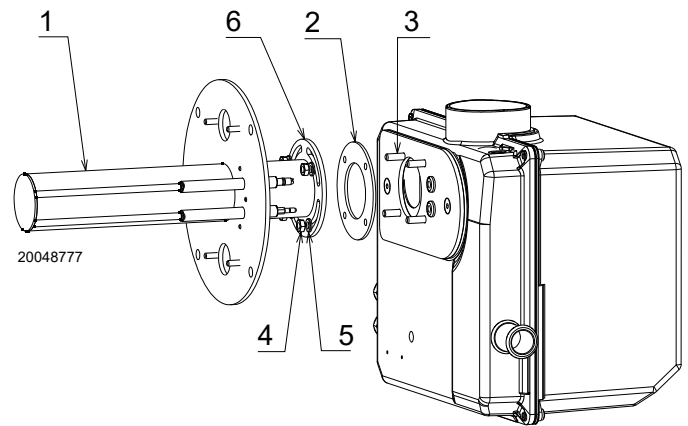

Abb. 7
- Die vormontierte Mutter 4) (Abb. 7) mit Unterlegscheibe 5) lösen;